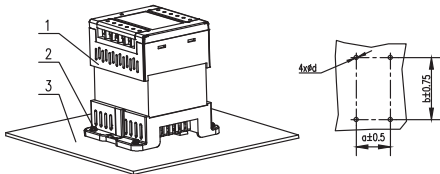
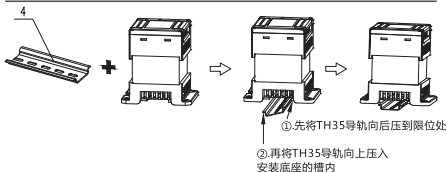

图2 NDKH-25~200底板安装示意图
图3 NDKH-25~200 TH35导轨安装示意图
6.3 变压器的安装条件应符合3.2条规定，安装示意图见图2、图3及表6、表7。
表7 图2和图3的序号说明